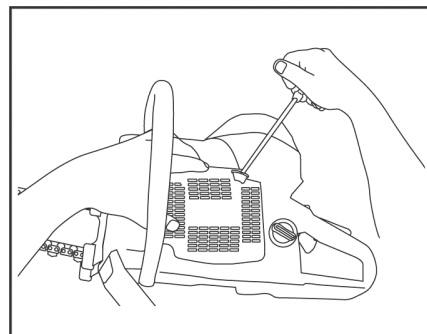

Рис. 3
- Для установки корпуса стартера прежде всего вытяните шнур стартера, после чего удерживайте корпус стартера на картере двигателя (Рис. 3). Медленно отпустите шнур стартера для того, чтобы шкив установился между кулачками сцепления.